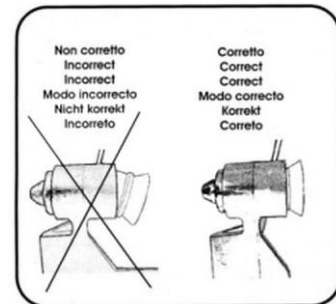

Рис. 15
16. Просунути прокладку всмоктувального ковпачка вглиб спіральної головки. Переконайтеся, що прокладка ковпачка встановлена правильно, як показано на рис. 15.